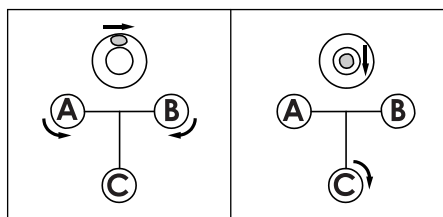

рис.3
3. Выверните измерительный инструмент с помощью винтов-ножек 10, чтобы воздушный пузырь находился в центре окошка круглого уровня (рис.3).